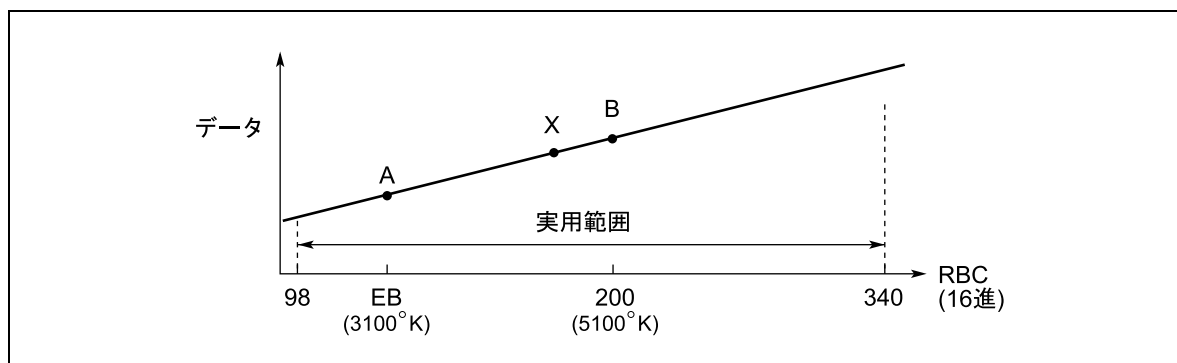

図2.27 色温度変化とデータ制御
(5)で述べた色温度カウンタを用いて、各パラメータを制御します。図 2.27のように RBC の変化に応じてデータ x を直線近似により変更します。制御するパラメータを表 2.14に示します。このパラメータの設定によって、撮影環境に応じた AWB 動作が可能になります。